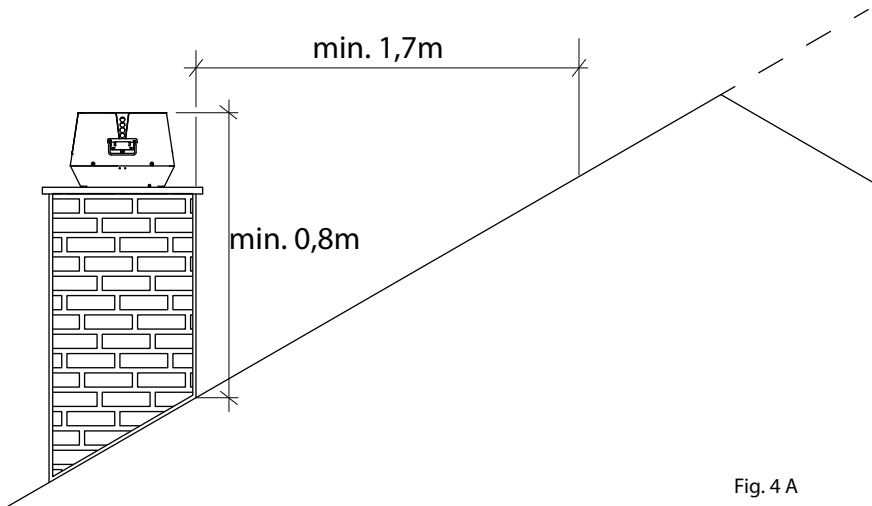

Fig. 4 A
- Minimale afstand tot niet brandbare materialen volgens Fig. 4 A, of volgens lokale voorschriften.